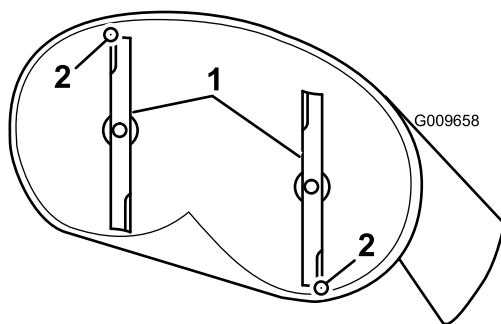
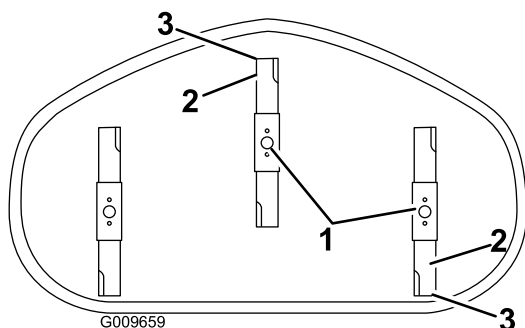

Figura 60
Figura 61
4. Gire cuidadosamente las cuchillas colocándolas en el sentido de avance de la máquina (Figura 60 y Figura 61).
5. Mida entre la punta de la cuchilla delantera y la superficie plana y entre la punta de la cuchilla trasera y la superficie plana (Figura 60 y Figura 61). Si la punta de la cuchilla delantera no está entre 1.6 y 7.9 mm (1/16 y 5/16 pulg.) más baja que la punta de la cuchilla trasera, ajuste la contratuerca.
8. Compruebe la inclinación longitudinal de nuevo después del ajuste. Siga ajustando la tuerca hasta que la punta de la cuchilla más avanzada esté entre 1.6 y 7.9 mm (1/16 y 5/16 pulgada) más baja que la punta de la cuchilla más atrasada (Figura 60 y Figura 61).